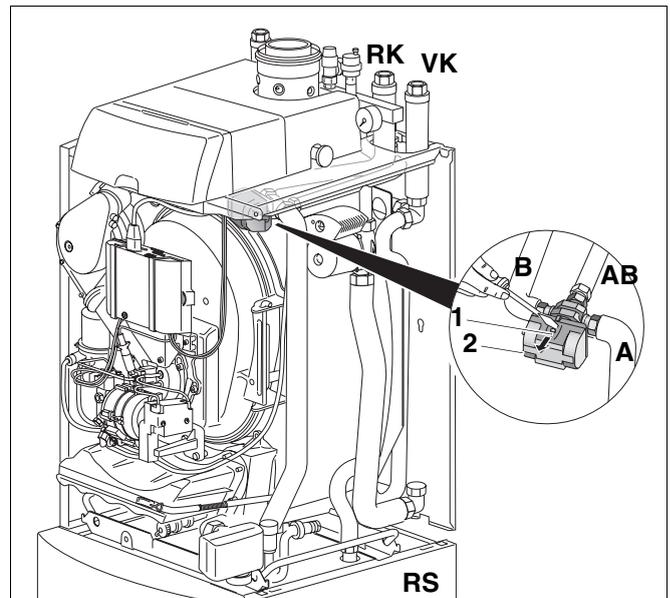

Bild 23 Manueller Umschalter des 3-Wege-Ventils bei Logano SB105T (Lupe zeigt das 3-Wege-Ventil von vorne)
- Gegebenenfalls manuellen Umschalter (Bild 23, **Pos. 1**) des 3-Wege-Ventils (Bild 23, **Pos. 2**) in Betriebsstellung bringen.